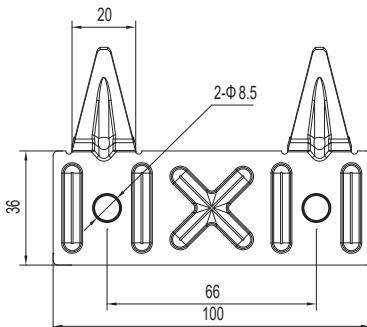
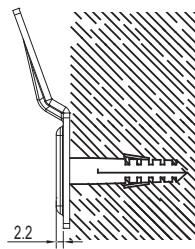

Figura 2
Figura 3
- ② Después de seleccionar una ubicación adecuada, coloque el soporte en la pared. Siga los pasos mostrados. La fijación debe hacerse empleando tornillos y tarugos como se muestra en la Figura 3. La apariencia del soporte es la que aparece en la Figura 2.
- ③ Alinee las ranuras en la parte trasera del termo con las 2 pestañas metálicas del soporte y proceda a fijar el producto. Compruebe que la colocación se ha completado intentando mover el termo.